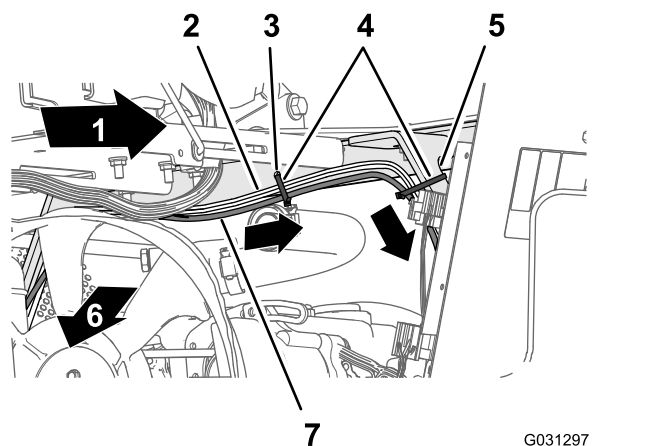
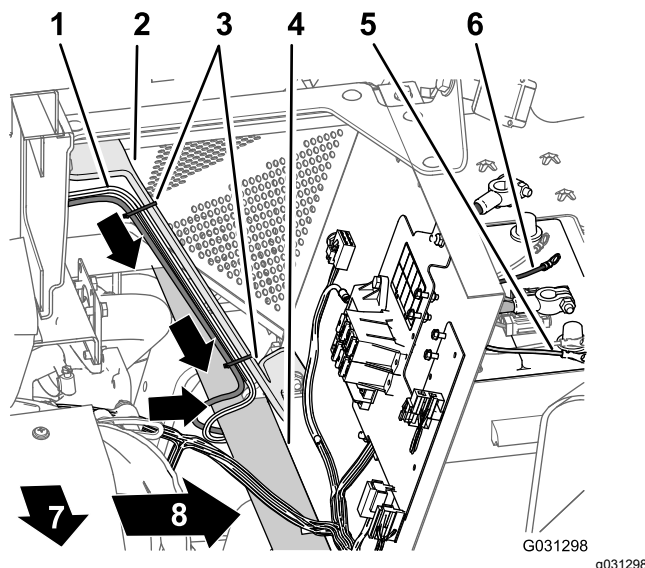

Figure 171
Figure 172
3. Acheminez la branche de 220 cm du faisceau électrique du système de navigation vers le bas et le long du support gauche du carénage du moteur, puis sous le tube de cadre gauche (Figure 171).
4. Avec 3 attache-câbles, fixez le faisceau au trou dans l'angle du boîtier de siège et le support du carénage du moteur (Figure 171 et Figure 172).
5. Amenez le fusible de 10 A et les cosses à anneau positive et négative de la branche de 220 cm du faisceau électrique du système de navigation au sommet de la batterie (Figure 172).